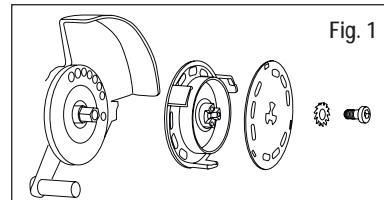
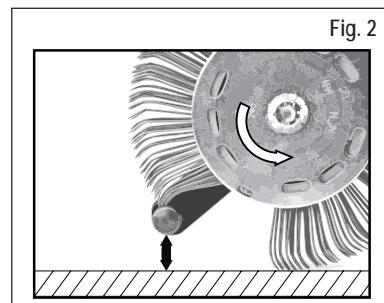

Fig. 1
Fig. 2
3. Couper l'alimentation d'air comprimé, puis fixer la bande **MBX® Die Blaster®** de 11 mm de manière appropriée sur l'outil avec le système adaptateur **AS012** correspondant (attention au sens de rotation) et la rondelle et la vis prévues à cet effet. Cf. fig. 1 et fig. 2
- Utilisez-vous une bande MBX® tournant dans le mauvais sens ? – Alignez la bande à brosse de manière à ce qu'elle tourne dans le sens prescrit (cf. chapitre 6, Mise en service, fig. 2).